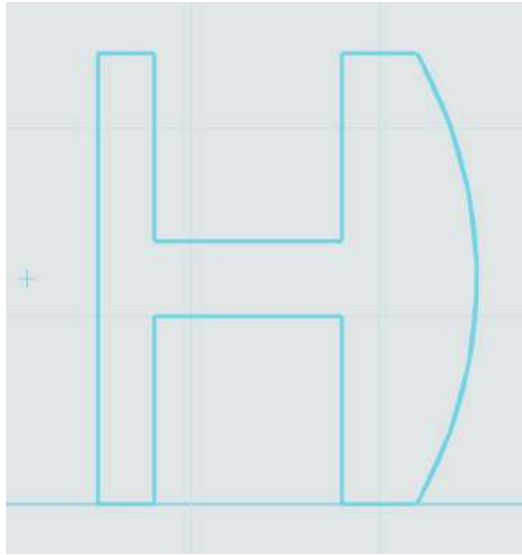

图 2-5
2. 绘制完成后，点击草图编辑选择剪裁选项。完成后如图 2-5 所示。